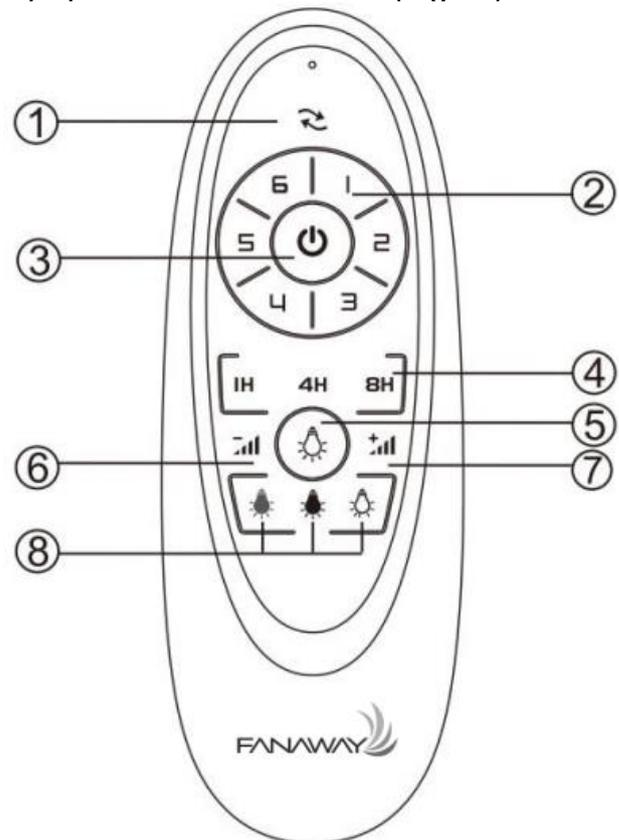

Fig. 13
3. Siga la siguiente guía para manejar el ventilador y aprender las funciones. (Fig.13)
- ① **Dirección del ventilador (interruptor de inversión de rotación)**
- ② **Velocidad del ventilador**